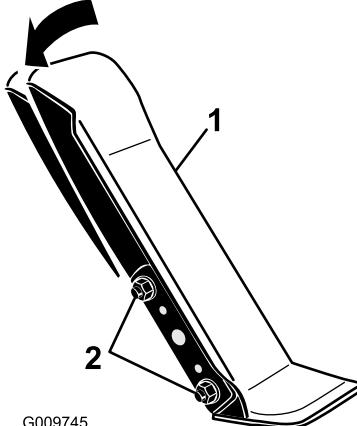

Figura 88
- Desaperte as 2 porcas e parafusos que fixam o lado esquerdo do pedal de tração ao suporte (Figura 88).
- Rode o pedal para o ângulo de funcionamento pretendido e apertar as porcas (Figura 88).